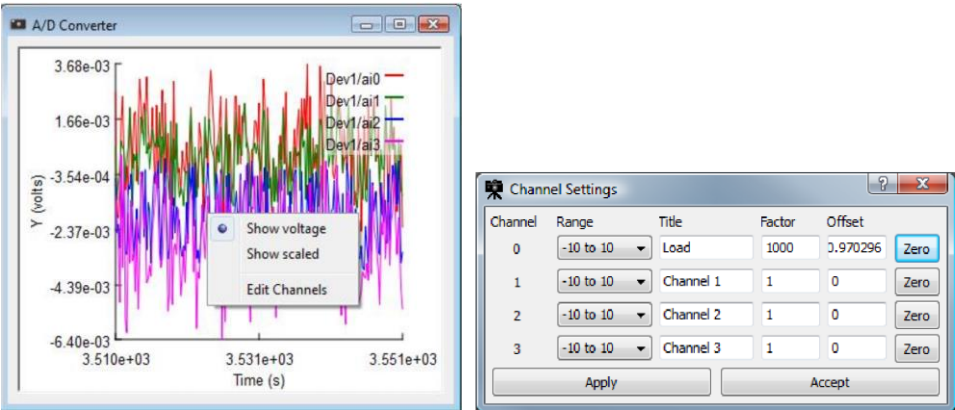

图 29
4、要编辑绘图变量，右键单击绘图并选择 **edit Channels**。显示出通道设置窗口，对于每个通道，可以选择一个（**Range**）范围、（**Title**）标题、（**Factor**）乘法因子和（**Offset**）偏移量。您可以单击 **Zero** 来使当前通道的偏移量为 0；通道的标题存储在日志文件中，每个通道都按着乘法因子来进行缩放处理。注意，缩放值和未缩放值都会写入日志文件中；编辑完成后点击 **Accept**。要在绘图中切换缩放值和原始值，可以点击右键菜单并选择不同模式。在电压模式下，将显示硬件通道标题；在缩放模式下，将显示您选择的标题。如图 29 所示。